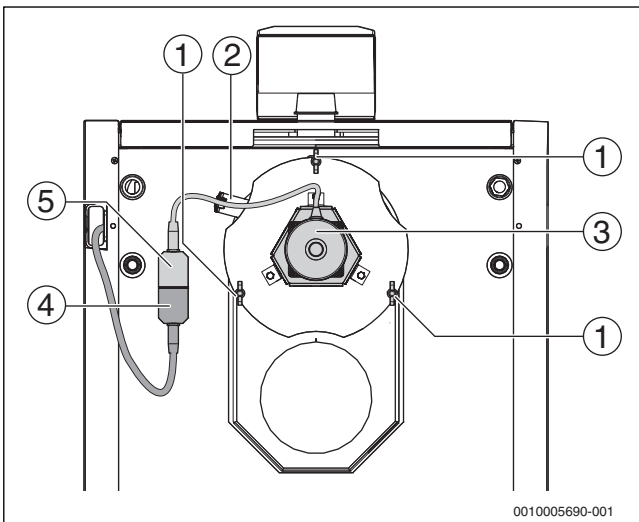

Fig. 33 Instalarea suflantei cu tiraj forțat
- ▶ Fixați cablul ventilatorului cu tiraj forțat pe suportul de cablu (→ Fig. 33, [2], pagina 33).